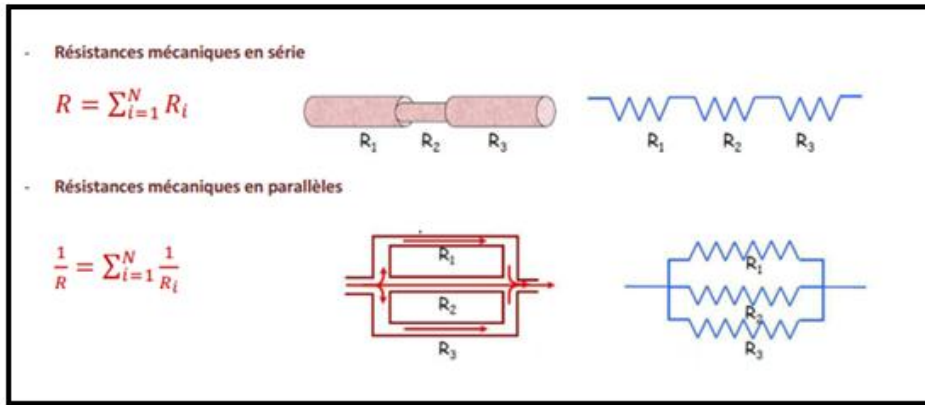

figure 23
a. Calcul des résistances équivalentes (figure 23)